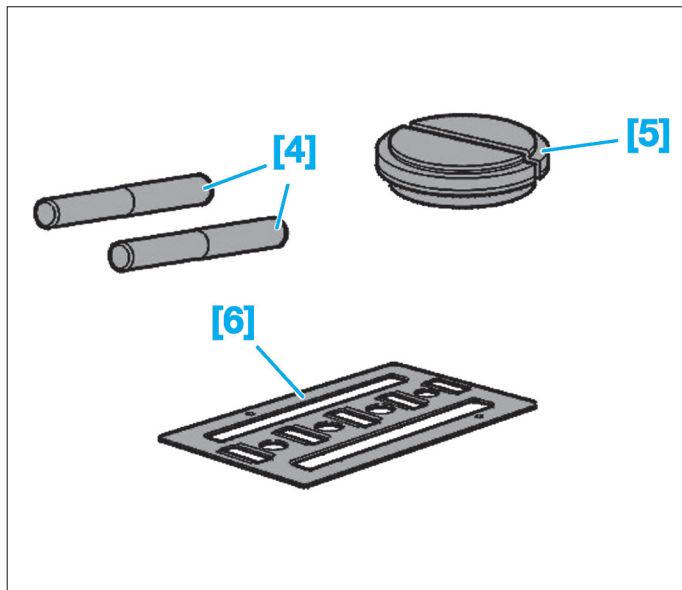

Fig. 59
- [4]. Piges de centrage du carter palier d'arbre à cames Ø 12 mm (réf : 0194.N) (Fig.59).